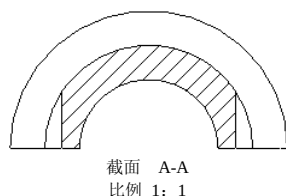

图 3.12.18 主视图的全剖视图
Step5. 在工程图模式下，创建主视图的全剖视图。选择下拉菜单**窗口(W)** → **2 EX03_03.DRW:1**命令；双击主视图，系统再次弹出“绘图视图”对话框；在**类别**区域中选取**截面**选项，在**剖面选项**区域中选中 ☒ **2D 剖面** 单选项；将**模型边可见性**设置为 ☒ **全部**；然后单击**+**按钮，在**名称**下拉列表框中选取剖截面**A**选项（A 剖截面在零件模型环境中已创建），在**剖切区域**下拉列表框中选取**完全**选项，单击**确定**按钮，关闭对话框，主视图的全剖视图如图 3.12.18 所示。